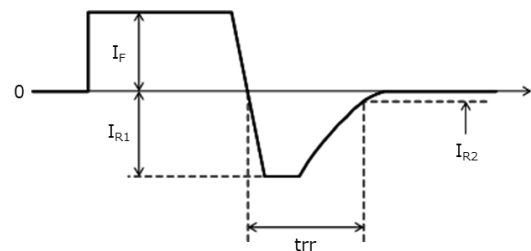

図 2-9 リカバリ電流波形
- SW2 を ON し、 $E_2$  から逆電圧を印加することにより順電流  $I_F$  が減少します。続いて逆電流  $I_R$  が流れたのち、電流がそのまま流れない状態となります。このときの波形を図 2-9 に示します。